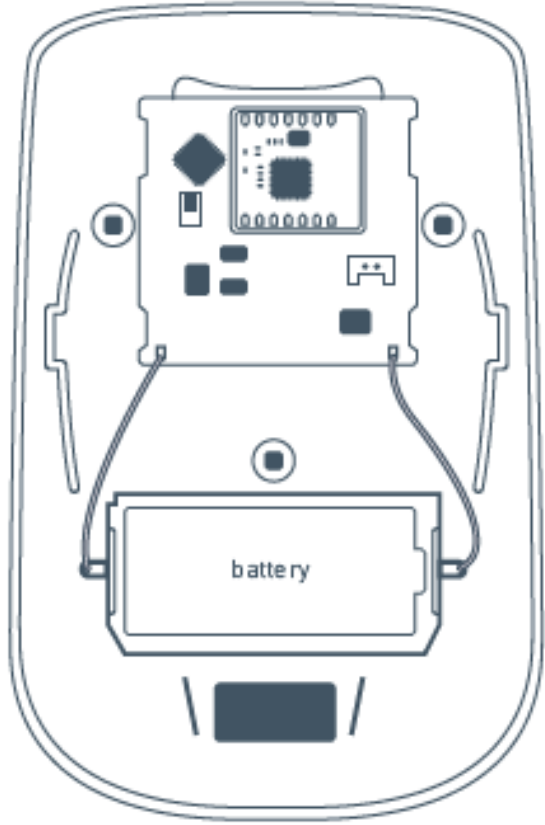

IMAGEN 5. El sensor sin la cubierta trasera
6.3 Reemplace las baterías a tiempo, si el nivel de la batería es bajo, el sensor envía una señal al sistema de alarma de la unidad del receptor. Cuando la batería se ha agotado, con cada movimiento de detección o detonador de falsa alarma, el sensor emite una indicación enciende una luz y la apaga plácidamente. Para poder reemplazar la batería, desatornille los tres tornillos autoperforantes “3” (IMAGEN 4) y quite la cubierta trasera del sensor. Cambie la «batería» (IMAGEN 5) por una nueva, tipo CR123A observando la polaridad.